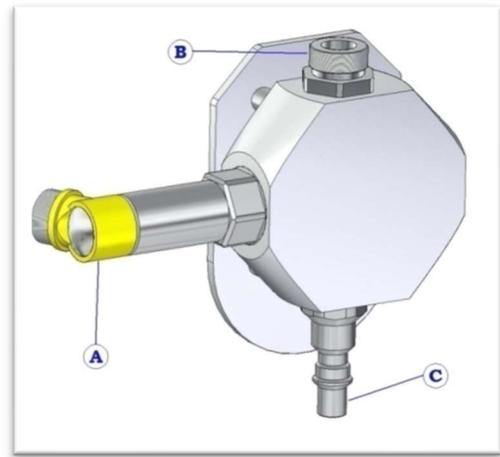

Fig. 3 – 3- Válvula unidireccional
Fabricado en Aluminio anodizado, se coloca entre el regulador y la línea de aire (Ver Fig. 3). La línea de aire encaja en el conector macho de la válvula que por defecto tiene un racor tipo Eurocupling (bajo pedido el racor puede ser tipo Spasciani o tipo Foster) (pos. C en fig. 3). La manguera del reductor encaja en el conector giratorio (pos. A en la fig. 3); el tubo de la válvula de 3 vías al regulador se enclava en el orificio roscado (posición B en la fig. 3).
Con conectores rápidos de seguridad y antideslizantes (11) en las siguientes longitudes: 5, 10, 20, 30, 40, 50 m. La manguera de suministro de aire comprimido es una manguera de media presión de 8x17" con acoplamientos rápidos de seguridad y antideslizantes para conectar la fuente de aire a la válvula de 3 vías (pos. C en la fig. 3). Los racores por defecto son de tipo Eurocoupling (bajo pedido el racor puede ser del tipo Spasciani o del tipo Foster). La manguera está disponible en las siguientes longitudes: 5, 10, 20, 30, 40, 50 m. La presión máxima de funcionamiento es de 20 bar.